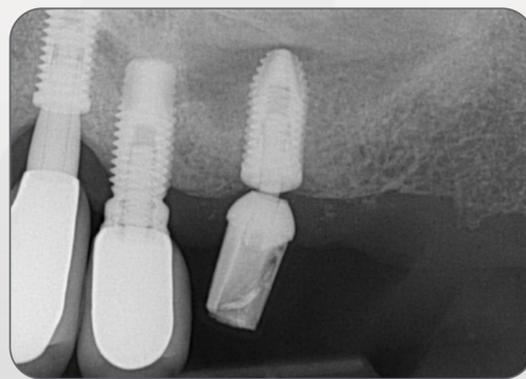

Figura 2.
- Pilar de dos piezas fracturado (Figura 2).